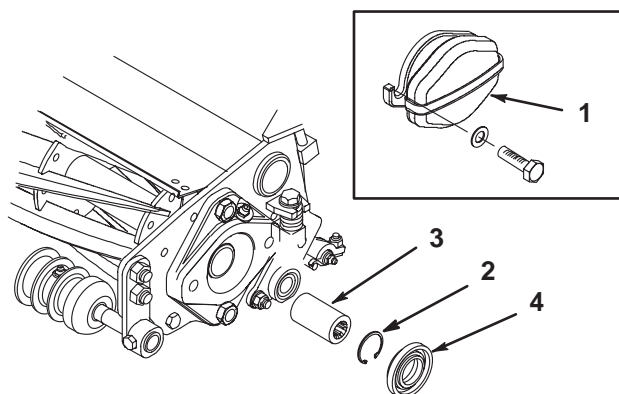

図 10
A. カウンタ・ウェイト（ユニット左側）のキャップスクリューとロックナット（各2）を取り、ウェイト（図10；挿入図）を外す。
- B. カッティングユニット両側からプラスチック・スペーサ（図10）を取る。
- D. カップラの内径部にグリスを塗り、カッティングユニット左側に取り付け、スナップ・リングで固定する（図10）。